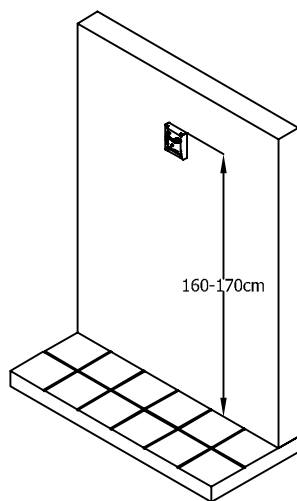
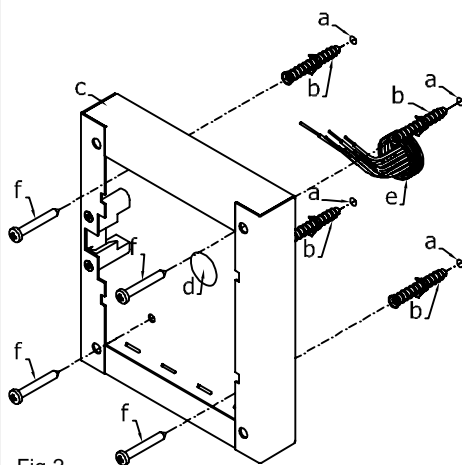

Fig.1
Fig.2
1. Bescherm de schroefgaten van de inbouwdoos en verwerk deze vervolgens in de muur op een hoogte van 165 à 170 cm (afstand tussen de grond en de bovenkant van de doos). Vergeet niet de draden door één van de voorgeponste gaten van de doos te trekken (fig. 2). De deurpost moet links scharnieren en in hetzelfde vlak liggen als de (afgewerkte) muur.
1. Posez la platine contre le mur à une hauteur de 165 à 170 cm (distance entre le sol et la paroi supérieure de la platine) (fig. 1). Marquez d'un repère ses 4 points d'ancrage ainsi que le trou d pour la traversée des câbles e (fig. 2). La charnière doit être du côté gauche.
2. Forez les quatre trous et insérez-y les chevilles b. Faites passer les fils dans l'ouverture d et fixez la platine à l'aide des 4 vis f (fig. 2).
1. Encastrer la platine de rue à une hauteur de 165 à 170 cm (distance entre le sol et la paroi supérieure de la platine) après avoir pris soin de protéger dûment les trous destinés à la fixation du support module. N'oubliez pas de faire passer les fils à travers un des trous situés dans le fond du boîtier et préalablement défoncé à cet effet (fig. 2). La charnière doit être du côté gauche et la boîte doit être encastrée à fleur de mur (avec revêtement).